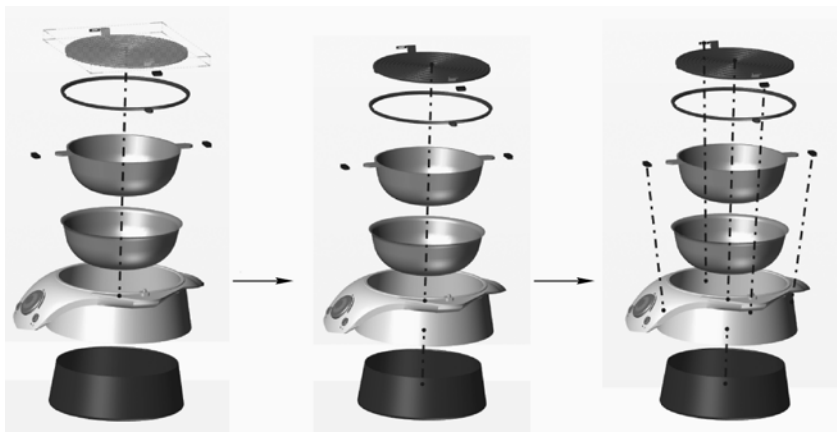

图 8-27 创建中性元素的关联路径
STEP 1 继续 8.2.1 节中的操作。在“烧烤炉.smg”爆炸视图的基础上，为其添加关联路径，如图 8-27 所示。先选择“烧烤炉”顶部的烧烤盘角色，然后选择“作者”选项卡“路径”栏目“路径”下拉列表中的“创建中性元素的关联路径”命令，创建烧烤盘到其原始位置的路径。
STEP 2 通过与步骤 1 相同的操作，选择烧烤炉的底座角色创建路径，如图 8-27 中图所示。再通过相同操作，选择烧烤炉四个提手护套，执行“创建中性元素的关联路径”命令，创建其关联路径，如图 8-27 右图所示（此时会发现，所创建的路径为护套到其原始位置的路径，这并不正确。此时可选择路径整体拖动，但是无法调整路径两个端点的位置，下面步骤讲述调整操作）。